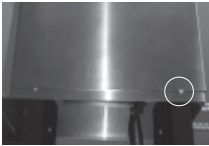

Abb. 3
- Das untere Teleskoprohr vorsichtig über das obere Teleskoprohr an die höchste Stelle schieben. Zwei Schrauben etwas herausdrehen und das untere Teleskoprohr darauf ruhen lassen (Abb. 3).